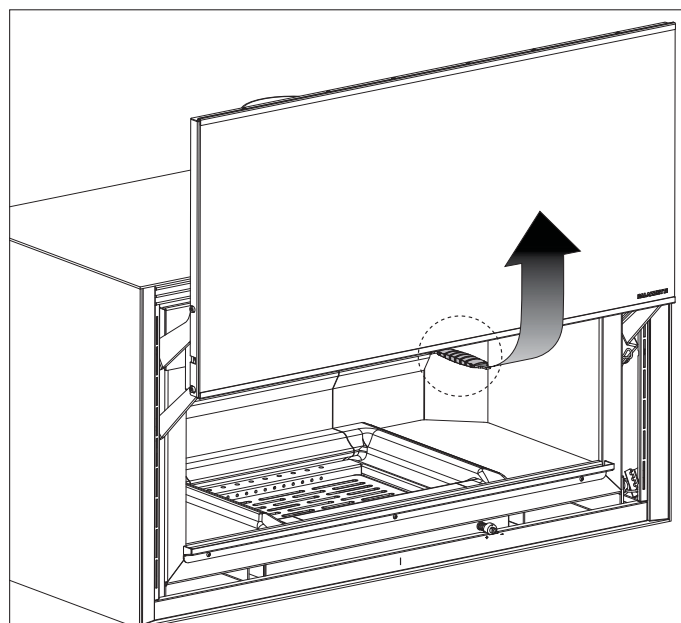

fig. 6.2
- aprire la porta fuoco inserendo la chiave in dotazione nel gancio di apertura centrale (fig. 6.2), e tirando verso di se. Attenzione! un sistema dotato di molle tenderà a sollevare automaticamente l'anta.